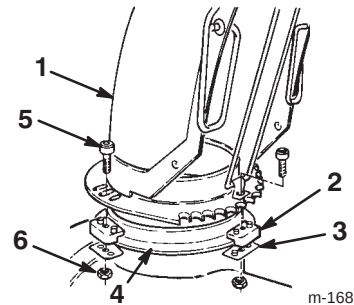

Bild 7
1. Fetten Sie den Auswurftring leicht mit Nieder-temperaturfett ein (Bild 7).
2. Setzen Sie den Auswurfkanal (offene Seite nach vorne) auf die Auswurföffnung, so dass sich die Befestigungselemente des Kanals auf dem Kanalring befinden (Bild 7).
3. Ziehen Sie die Schraube und die Sicherungsmutter an der linken Seite fest, um die Befestigungselemente für den Kanal auf der Kanalbefestigungsplatte und den Auswurfkanal auf dem Kanalring zu befestigen (Bild 7).
4. Drücken Sie die anderen Kanalbefestigungselemente in Richtung Auswurfkanal (geschlitzt) und ziehen Sie die Schrauben fest (Bild 7).
5. Der Kanal muss sich frei auf dem Ring drehen lassen. Wenn das nicht der Fall ist, drehen Sie das rechte Befestigungselement nach außen (Bild 7).